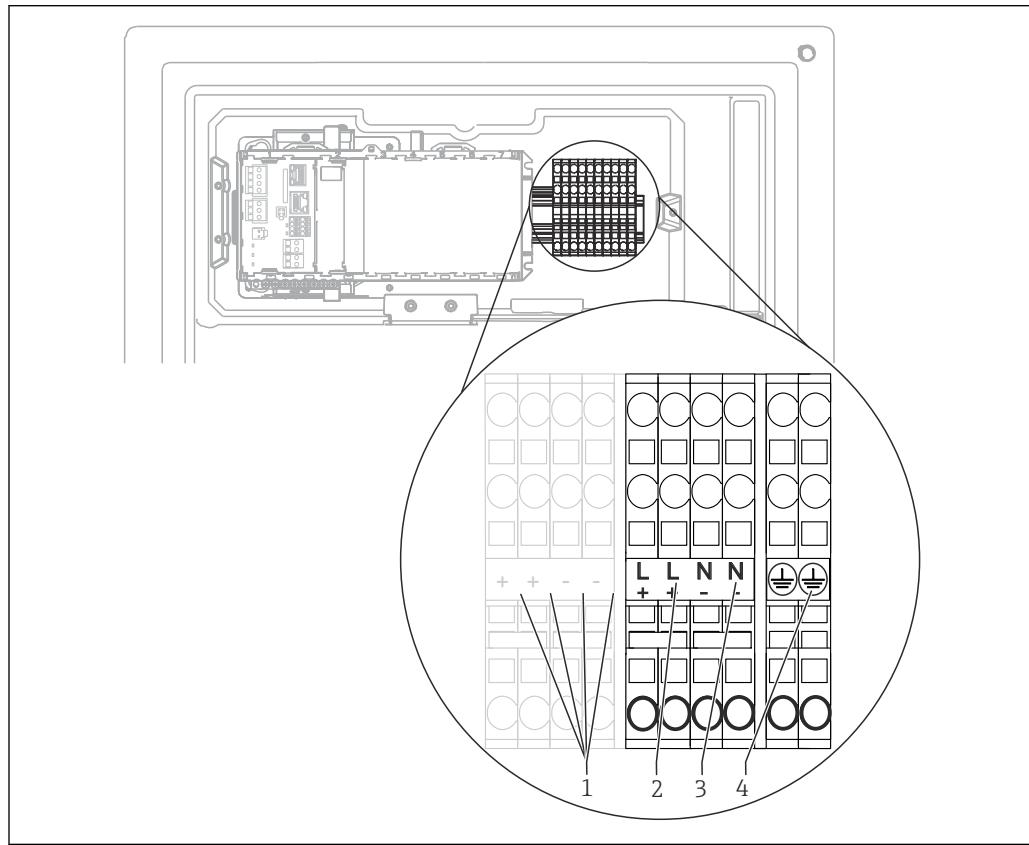

図 25 端子の割当て
1. 「ケーブルの配線」セクションの説明に従って、電子部にアクセスします（→ 図 25）。